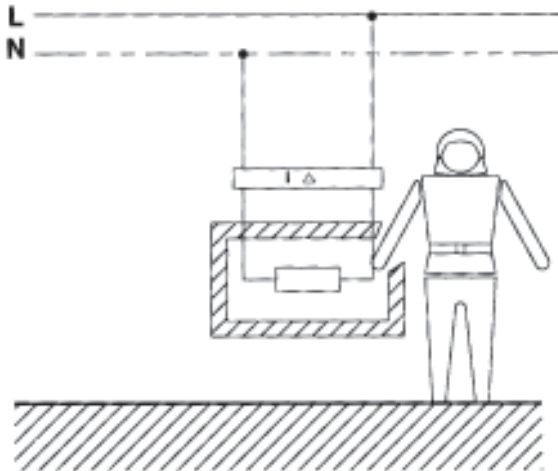

Bild 6 Zusatzschalter
- Der Schutz wird dadurch erzielt, dass bei einem Fehler ein besonders empfindlicher Schalter das defekte Gerät abschaltet. Der dabei über den menschlichen Körper fließende Strom ist so klein, dass er nicht schädlich wirkt (Bild 6)